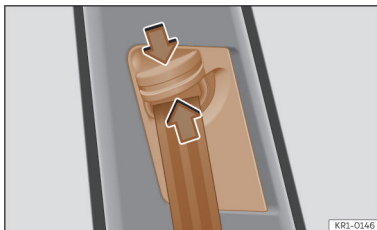

Fig. 27 Junto aos bancos dianteiros: regulador da altura do cinto.
- Mantenha pressionado o dispositivo-guia no sentido da seta >>> **Fig. 27**.